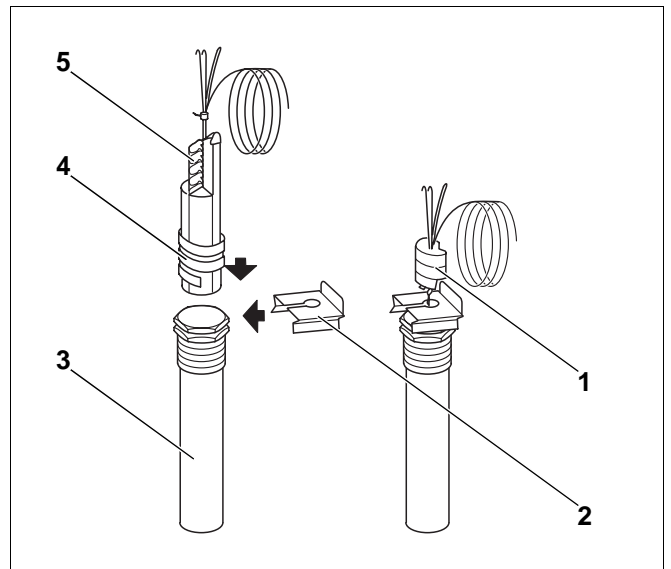

Abb. 26 Tauchhülse und Fühler für Temperaturregler
- Die Kunststoffspirale (Abb. 26, **Pos. 4**) – zum Zusammenhalten der Fühler – schiebt sich beim Einstecken automatisch zurück (Abb. 26, **Pos. 1**). Um den Kontakt zwischen Tauchhülse (Abb. 26, **Pos. 3**) und Fühlerflächen zu gewährleisten und somit eine sichere Temperaturübertragung herzustellen, muss die Ausgleichfeder (Abb. 26, **Pos. 5**) zwischen den Fühlern eingeschoben sein (Abb. 26).
- Fühlersicherung (Abb. 26, **Pos. 2**) von der Seite oder von oben auf den Tauchhülsekopf drücken.